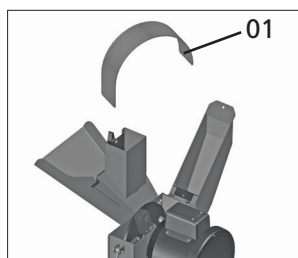
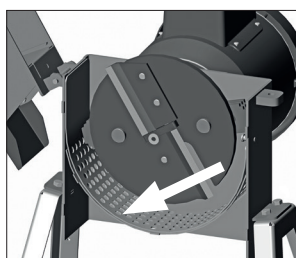

Fig. 09
Fig. 10
Inicie a colocação da peneira pelo lado curvado (1), [Fig. 09]. Abra a tampa e coloque a peneira de forma que a sua curvatura se apoie completamente nas guias internas ao corpo da máquina [Fig. 10].